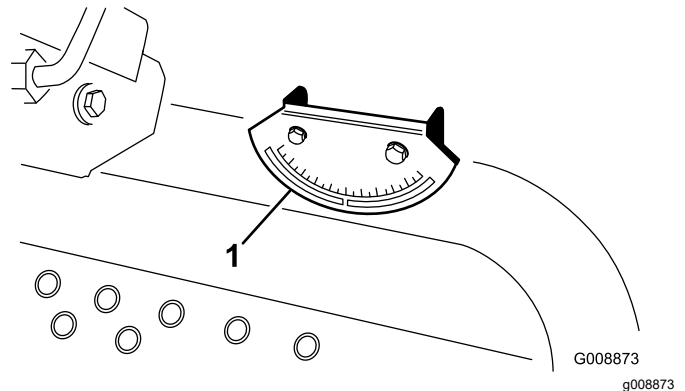

Bild 7
4. Überprüfen Sie den Neigungsmesser, der auf dem Lenkrohr der Maschine montiert ist (**Bild 7**).